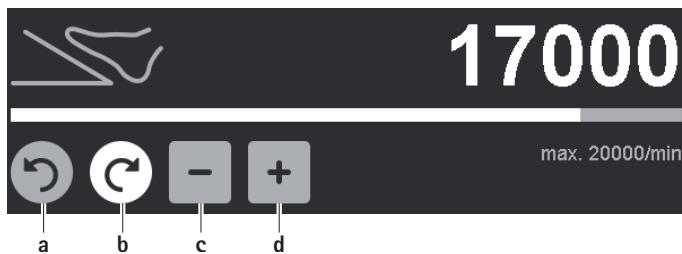

Fig. 6 Modificarea valorii limită superioare a intervalului de turație/turației
- Modificarea sensului de rotație (în afară de mașina de găuri GA844): Acționați tasta inactivă, gri, a sensului de rotație a/b, vezi Fig. 6. Sensul de rotație se schimbă de la rotație spre dreapta la rotație spre stânga și invers.